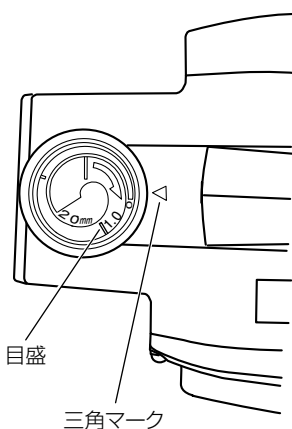

図 6
- (1) ノブを目盛りの矢印の方向（時計の針の回転方向）に回し、目盛りを三角マークに合わせます。目盛りの単位は mm です。（図 6）
- (2) 切込み深さは 0 ～ 2 mm まで調整できます。